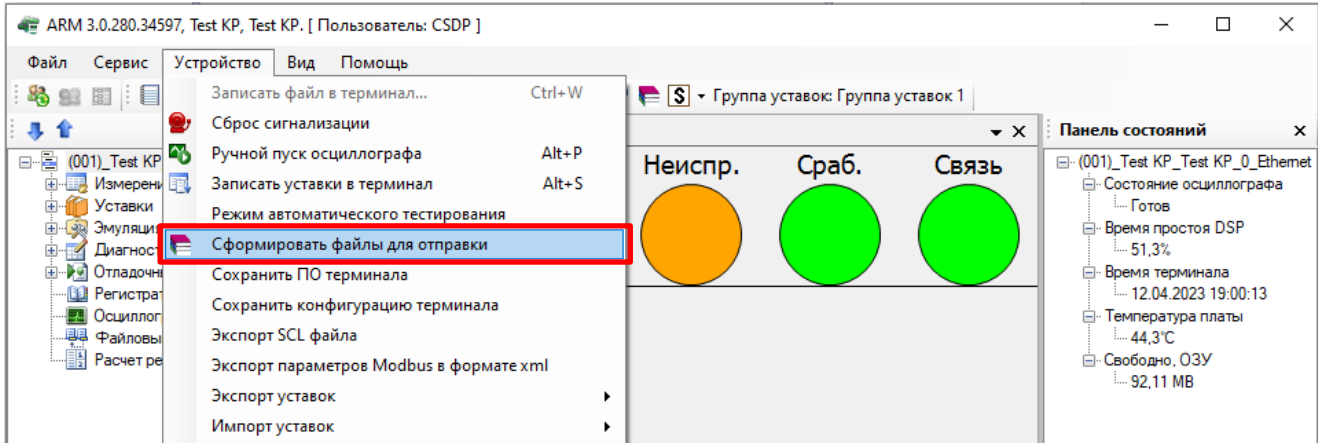

Рисунок 4.6
– выбрать пункт главного меню **Устройство** → **Сформировать файлы для отправки** (см. рисунок 4.6);